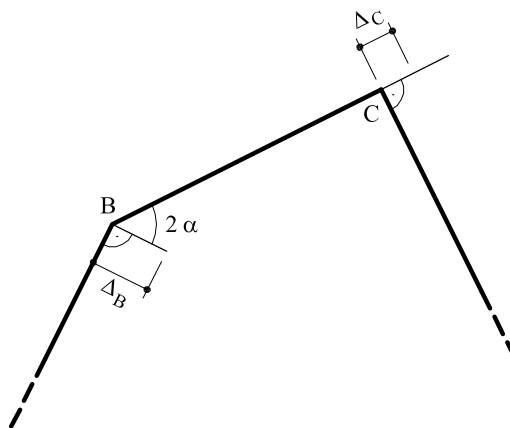

Fig. 4 Desplazamientos de B y C
- a) Por la inextensibilidad de BC se tendrá (fig.4)